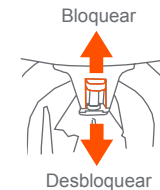

Fig. 15b
- Empuje la palanca rueda hacia arriba para enganchar el pestillo y empuje hacia abajo para desenganchar el mecanismo de bloqueo (Fig. 15b).